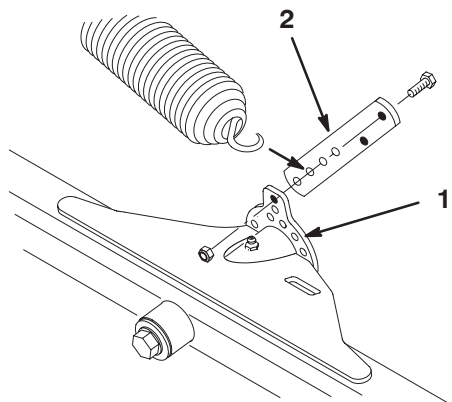

Figure 13
1. A l'aide de 2 vis d'assemblage (1/4 x 3/4 pouce) et contre-écrous, fixez un ancrage de ressort au côté intérieur arrière de chaque patte de relevage de plateau de coupe avant, comme illustré à la Figure 13.
2. Sur les plateaux de coupe avant, accrochez le ressort dans le deuxième trou en partant du bas (3ème position) de l'ancrage de ressort (Fig. 13).